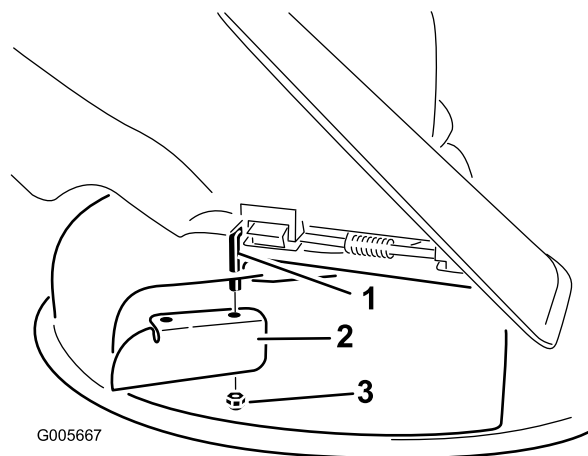

Figura 23
- Instale o abafador de corte na haste de articulação exposta (Figura 23).
- Retire o abafador de corte da plataforma do cortador (Figura 23).